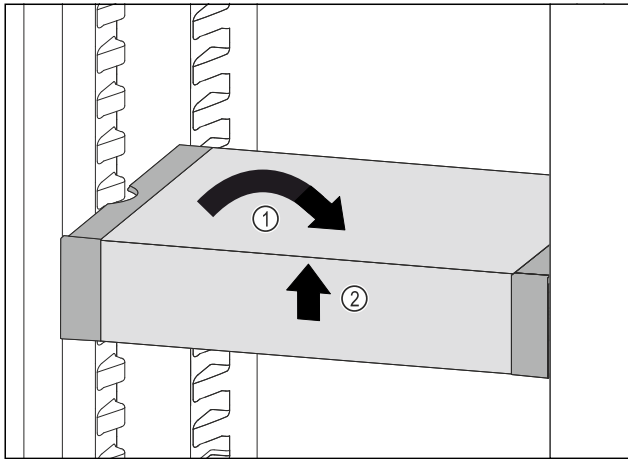

Fig. 120
- ▶ Coloque el VarioSafe en posición recta. Fig. 120 (1)
- ▶ Levante el VarioSafe por delante. Fig. 120 (2)